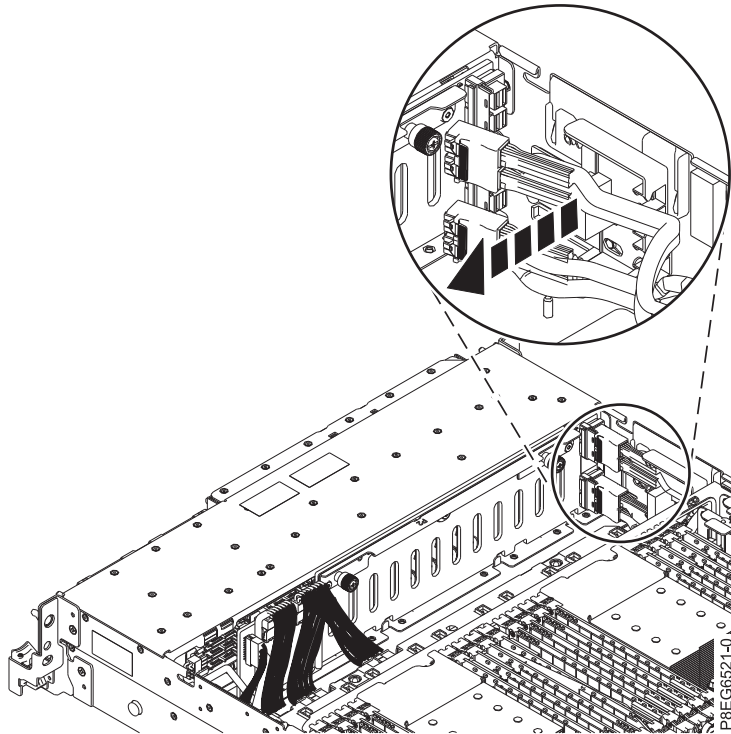

Figure 11. Retrait du câble SAS avant du bloc de guides
4. Tirez sur l'extrémité déconnectée des câbles pour la sortir du bloc de guides situé sur le côté du châssis de système, comme illustré dans la figure 11.